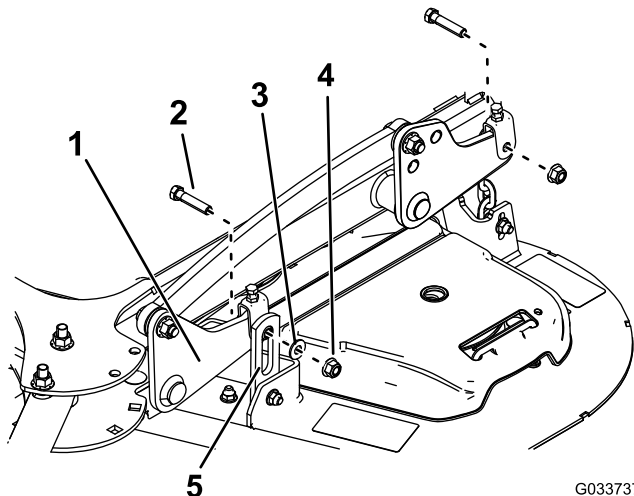
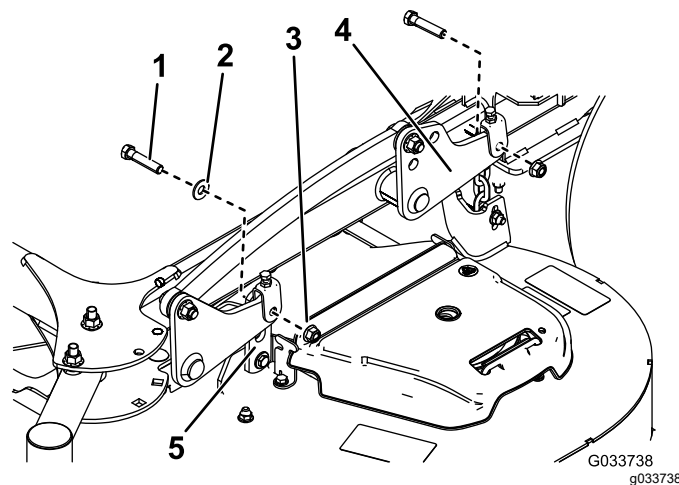

Figura 85
Figura 86
5. Retire los 2 pernos, las 2 tuercas y la arandela que conectan los ganchos de la carcasa de corte con las placas de elevación para ambos lados de la carcasa de corte (Figura 85 y Figura 86).
Nota: Coloque los soportes de ganchos delanteros del exterior de los brazos de elevación delanteros para carcasas de 132 cm (52") (Figura 85). Coloque los soportes de ganchos delanteros del interior de los brazos de elevación delanteros para carcasas de 152 cm (60") (Figura 86).